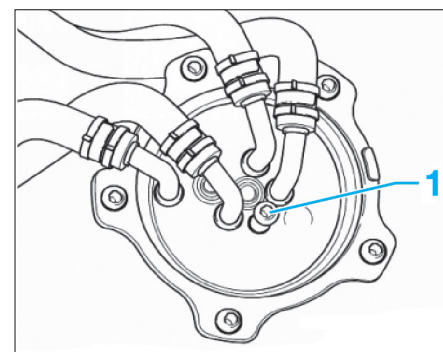

Fig. 52
• Déposer la vis de drainage (1) (Fig.52).